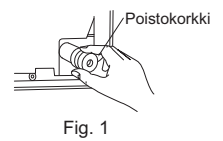

Fig. 1
- 1) Aseta kylmäaineputki ja poistoletku vierekkäin ja kiedo niiden ympäri huopateippiä (4) alkaen loppupäästä. Aseta huopateipin (4) reunat päällekkäin noin 1/3 teipin leveydestä. Kiinnitä huopateipin (4) pää sidekiinnittimellä (Fig. 1).
- 2) Irrota sisäyksikössä takana oikealla oleva poistokorkki (Fig. 1).